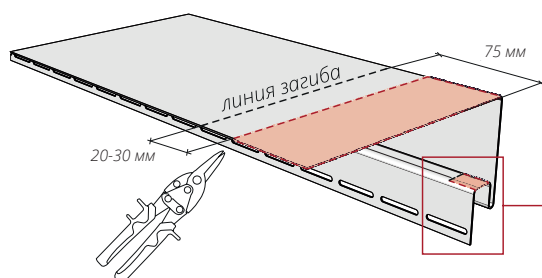

Рисунок 51
- 13.6** Отмерьте и проведите, согласно рис. 51 едва заметную линию на расстоянии 75 мм от торца околооконки. Это линия будущего загиба верхней околооконной планки. Отступите от этой линии расстояние 20-30 мм к внешней стороне (рис. 51) и проведите еще одну линию, это линия реза. Подрежьте околооконку по разметке (рис. 50 и 51), используя ножницы.